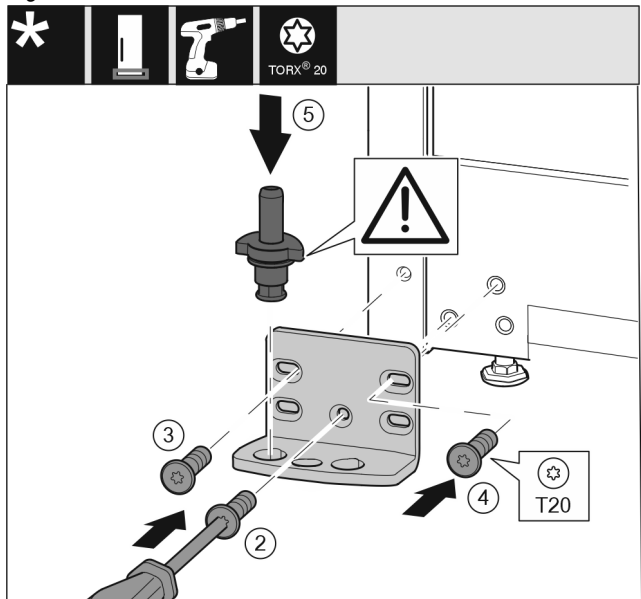

Fig. 15
- Coloque el soporte de cojinete en el otro lado y atorníllelo con la ayuda de un destornillador T20. Comience por el tornillo 2 en la parte inferior central. Fig. 15 (2)
- Atornille los tornillos 3 y 4. Fig. 15 (3,4)
- Coloque el perno de cojinete completo. Preste atención a que el saliente de retención esté orientado hacia atrás. Fig. 15 (5)